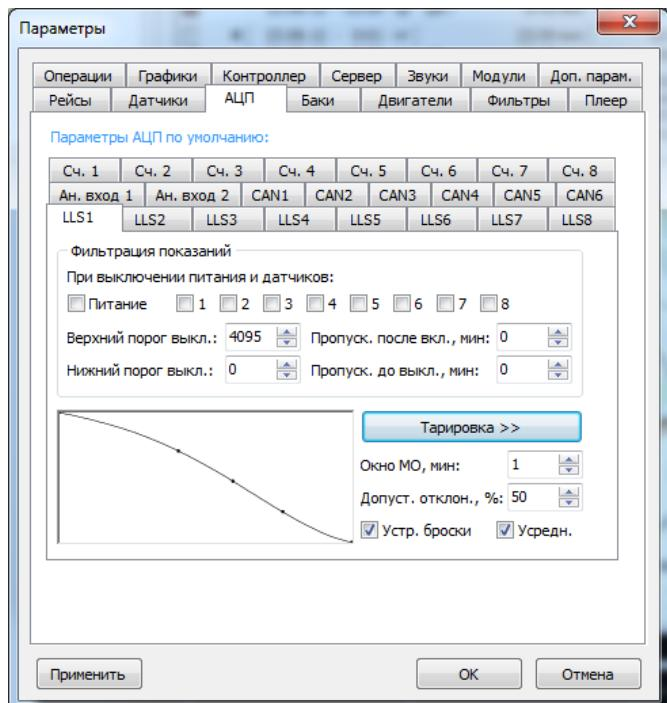

Рис.57 – Настройка параметров АЦП.
3.1. Откройте тарировочную таблицу (рис.57, кнопка **Тарировка**).